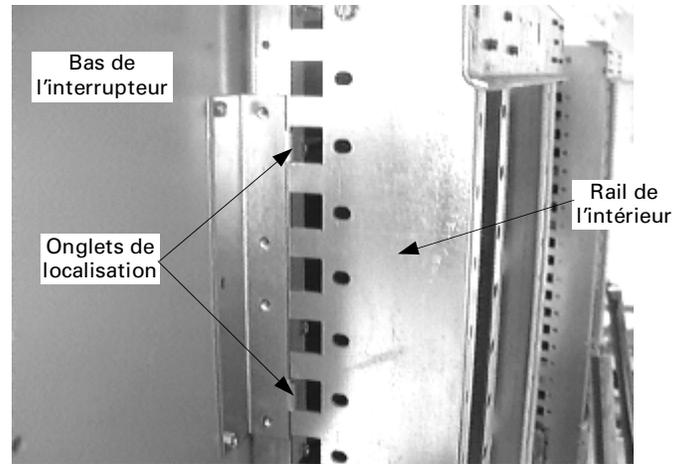

Figure 1. Mise en position de l'interrupteur dans l'intérieur du panneau.
- 1. Mettre l'interrupteur en position.** Orienter l'interrupteur avec le côté ON de l'étiquette face vers le haut. Aligner les onglets de localisation sur le bas de l'interrupteur dans les trous carrés dans les rails de support sur l'intérieur du panneau, tel que montré à la Figure 1.